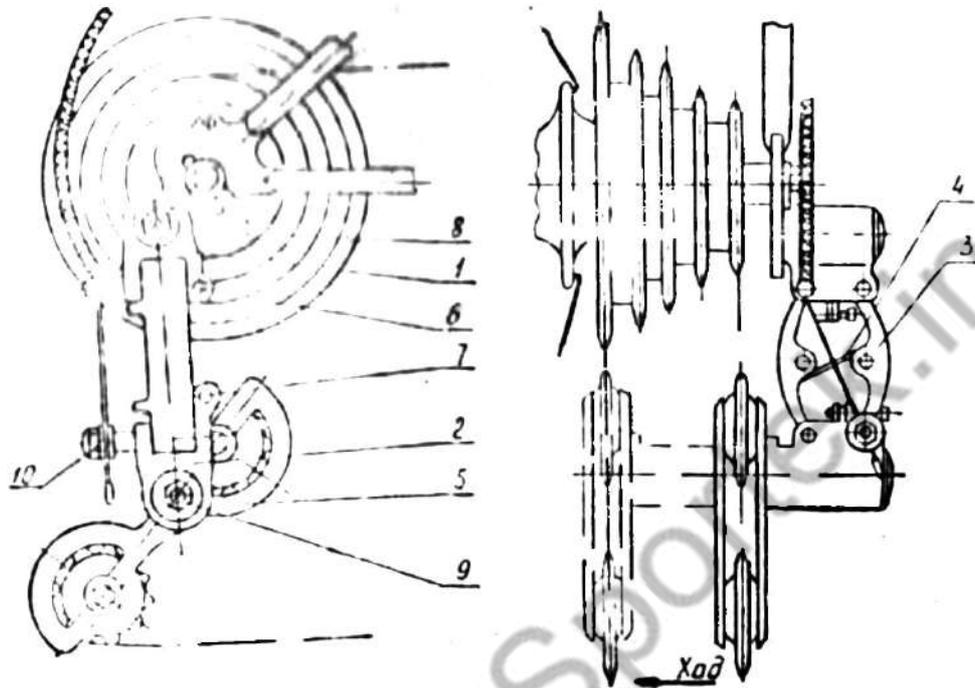
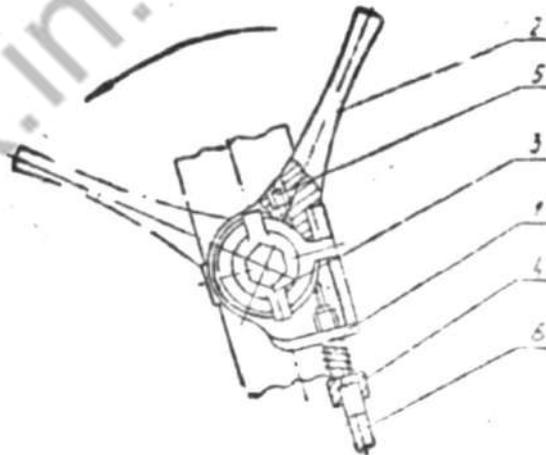

Рис. 18. Задний переключатель передач.
Рис. 19. Манетка.
7.4.1. Задний переключатель передач (рис. 18) состоит из корпусов (1), (2), рычагов шарнирного параллелограмма (3), сдвоенной булавочной пружины (4), пластин с натяжными роликами (5), регулировочных винтов (6), (7), установочного винта (8), осей (9) и гайки (10).
7.4.2. Манетка (рис. 19) состоит из корпуса манетки с хомутом, ручки манетки (2), ворота (3) с винтом подпружиненного регулировочного винта (4).
Ручку манетки (2) (рис. 19) помещают в крайнее верхнее положение
Регулировочным винтом (6) (рис. 18) добиваются размещения роликов пластины в одной плоскости с ведомой зубчаткой, имеющей меньшее число зубьев.
Натягивают трос управления до выбора зазоров между оболочками и сопрягаемыми деталями и фиксируют путем затяжки гайки (10) (рис. 18).
Более тонкую настройку натяжения троса управления можно осуществить путем вывертывания регулировочного винта (4) манетки (рис. 19).
Вывинчивают винт (7) (рис. 18) и при медленном вращении педалей перемещают рукоятку манетки (2) (рис. 19) в направлении, указанном стрелкой; при этом ролики переключателя передач будут перемещаться в направлении колеса велосипеда, производя перебрасывание цепи с одной ведомой звездочки
на другую. Когда цепь будет переброшена на наибольшую звездочку, винт (7) (рис. 18) следует завернуть до соприкосновения с бобышкой рычага шарнирного параллелограмма.
Усилие поворота рукоятки манетки (2) (рис. 19) регулируется воротом (3).